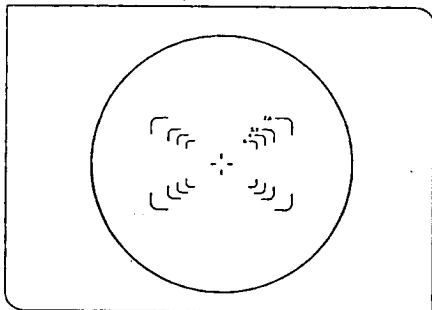

Fig. 62
**5 Focus Adjustment** (Fig. 62)